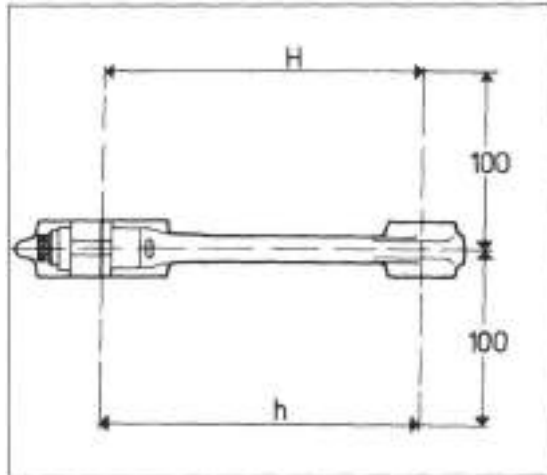

Bild 196
- Verschränkung der Pleuel messen. Dazu 200 mm lange, genau zugeschliffene Dorne in Pleuelaugen einschieben (Bild 196). Unterschied der Masse H und h muss unter 0,02 mm liegen. Andernfalls Pleuel ersetzen.